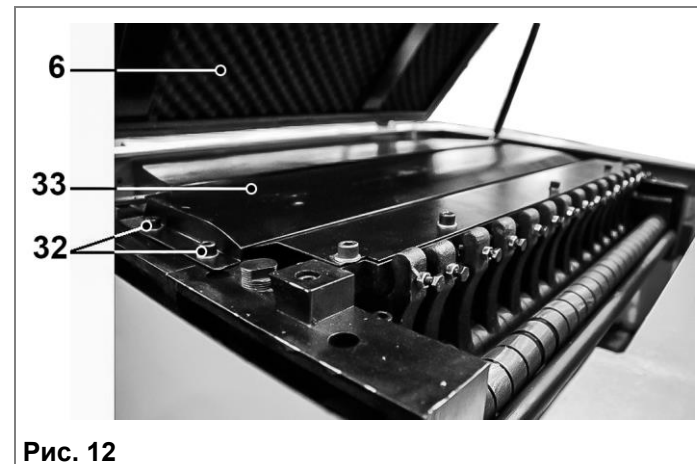

Рис. 12
10.3. Регулировка ножей строгального вала (Рис.12 – 16)
10.3.1. Откройте крышку (6) станка (Рис. 12), демонтируйте крышку (33), открутив четыре болта (32).
10.3.7. Установите крышку (33) и затяните четырьмя болтами (32) (Рис. 12).
10.3.8. Закройте крышку (6) (Рис. 12).